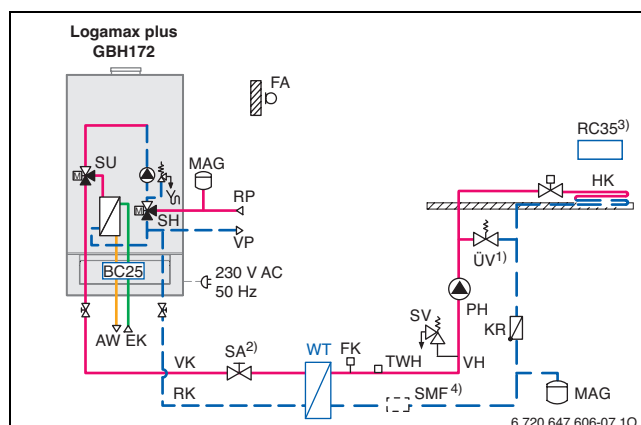

Fig. 60 Esempio di un riscaldamento a pavimento con separazione di sistema mediante scambiatore di calore con tubi permeabili all'ossigeno
In caso di installazione di tubi permeabili all'ossigeno, ad es. per riscaldamenti a pavimento, è necessario separare il sistema mediante uno scambiatore di calore (→ fig. 60, pagina 68).
Per sistemi a pavimento con tubi permeabili all'ossigeno deve essere prevista una separazione dei due sistemi. Il circuito a pavimento deve essere protetto separatamente a valle dello scambiatore di calore con un vaso di espansione, una valvola di sicurezza e un termostato di sicurezza (→ fig. 60). Il dimensionamento dello scambiatore di calore deve essere effettuato secondo le rispettive temperature di sistema selezionate. La perdita di pressione lato primario (circuito caldaia) deve essere minore rispetto alla prevalenza residua della pompa di circolazione integrata nella Logamax plus GBH172.
- 1) ÜV non necessario con pompa con velocità regolabile (→ fig. 60)